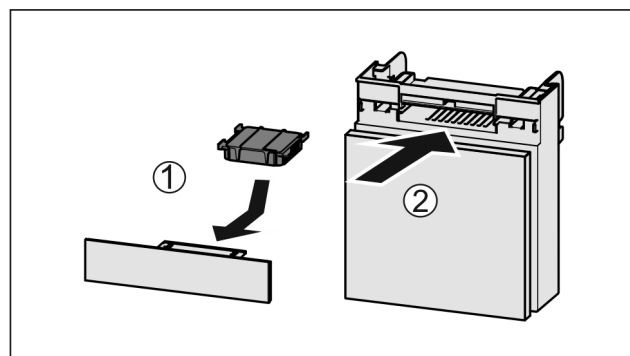

Fig. 34
- ▶ Anbring aktivkulfilteret som vis på billedet *Fig. 34 (1)*.
- ▶ Skub rummet ind *Fig. 34 (2)*.